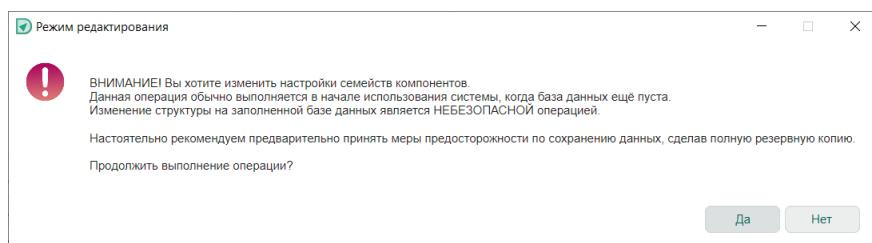

Рис. 156 Окно «Режим редактирования»
4. В окне «Режим редактирования» перед нажатием «Да» учесть все рекомендации, см. Рис. 156.